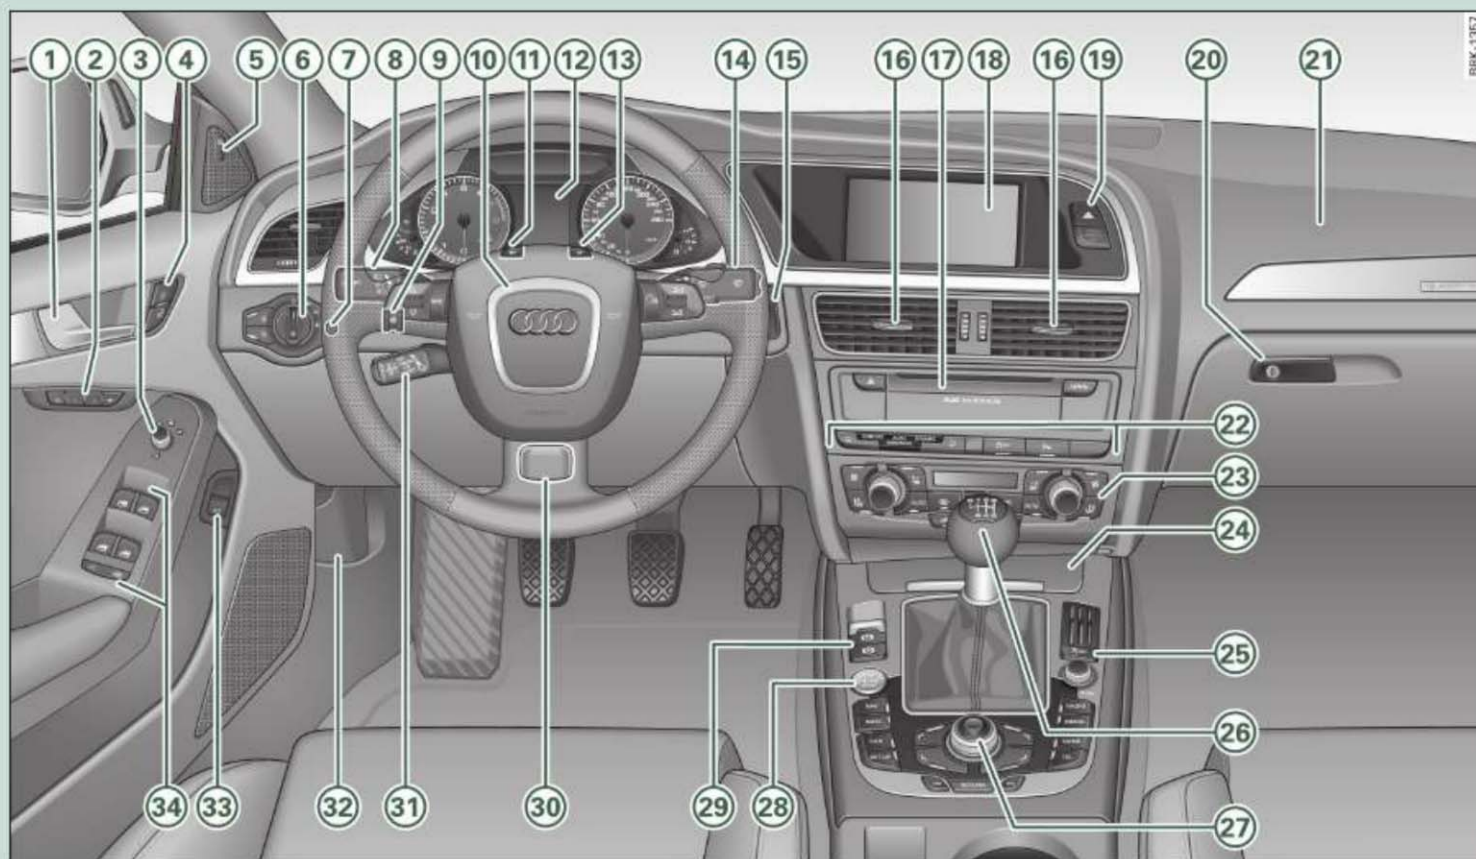

Fig. 1 Unele echipamente prezentate în imagine aparțin numai anumitor modele de autovehicule sau sunt echipamente suplimentare.
- La autovehiculele cu volanul pe dreapta* ordinea aranjării elementelor de comandă diferă parțial față de ordinea prezentată în imagine ⇒ *pagina 6*, fig. 1. Simbolurile de pe tastele de comandă sunt totuși aceleași. ■